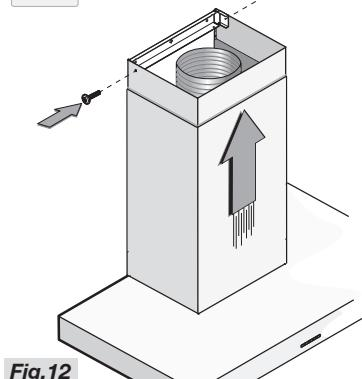

Fig. 12
- Plaats de bovenste schacht in de onderste schacht en plaats die op de behuizing van de kap. Schuif de bovenste schacht tot tegen de beugel en zet deze vast met de twee schroeven (Fig.12).